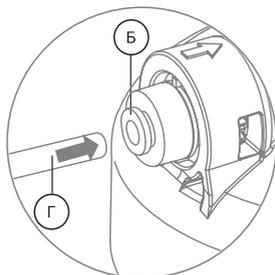

Рис. 11
1. Отсоедините стопорную клипсу (А), затем вставьте до упора в фитинг трубку, продев ее через цанговое кольцо (Б) (рис. 11). Для герметизации соединения приложите дополнительное усилие, при этом трубка утопится еще примерно на 3 мм и будет плотно обжата резиновым кольцом.